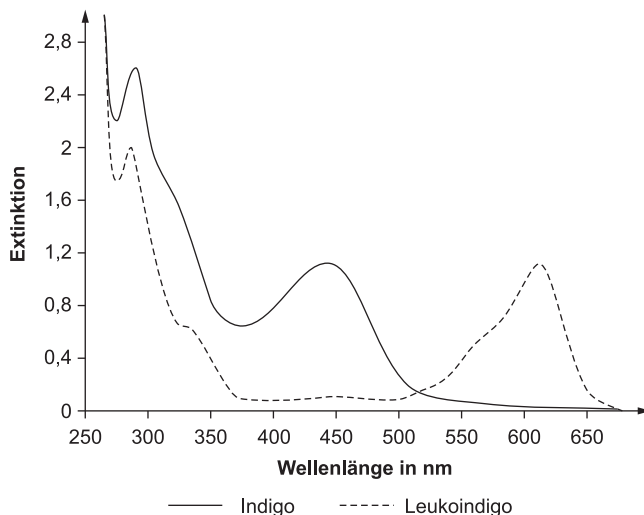
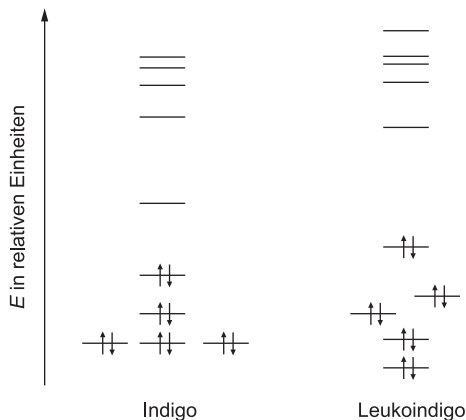

Abb. 3: Absorptionsspektren von Indigo und Leukoindigo in Dimethylformamid
Abb. 4: Ausschnitte aus den MO-Schemata von Indigo und Leukoindigo
- 2 Interpretieren Sie die Absorptionsspektren von Indigo und Leukoindigo (Abb. 3). Beurteilen Sie, ob sich die beiden MO-Schemata (Abb. 4) mit den Absorptionsspektren decken. (M 1) 8
Um Absorptionsspektren von Farbstoffen erstellen zu können, müssen Stoffe in gelöster Form vorliegen. Indigo löst sich nur schlecht in Wasser, aber gut in Dimethylformamid. Dieses Lösemittel verschiebt das Absorptionsspektrum (Abb. 3) im Vergleich zu Wasser um einige Nanometer hin zu größeren Wellenlängen.
Zur Erklärung der Farbunterschiede von Indigo und Leukoindigo können folgende Molekülorbital-Schemata (Abb. 4) herangezogen werden.
Durch die Absorption von Licht wird ein Elektron aus dem höchsten besetzten Molekülorbital (= HOMO) angeregt, in das energetisch nächsthöher liegende freie Molekülorbital (LUMO) zu springen. Erfolgt diese Anregung durch elektromagnetische Wellen mit einer Wellenlänge im sichtbaren Bereich, erscheint der Stoff farbig. Der energetische Abstand zwischen HOMO und LUMO ist gemäß Abb. 4 bei Leukoindigo wesentlich größer als bei Indigo.